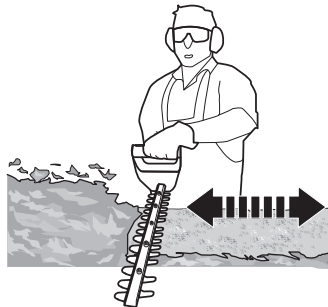

Fig. 8
9. Pour obtenir un meilleur résultat, taillez en plusieurs étapes plutôt que d'essayer de tailler en une seule fois si la zone à couper est particulièrement longue (Fig. 8). Le compostage est plus facile si les parties coupées sont plus petites.